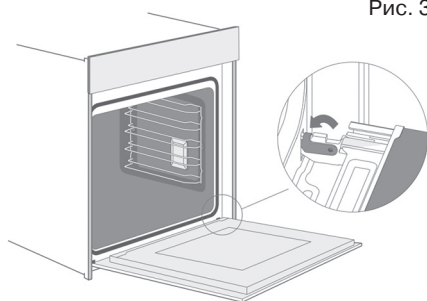

Рис. 3
2. Поверните дверцу и закройте защелки (рис. 3).